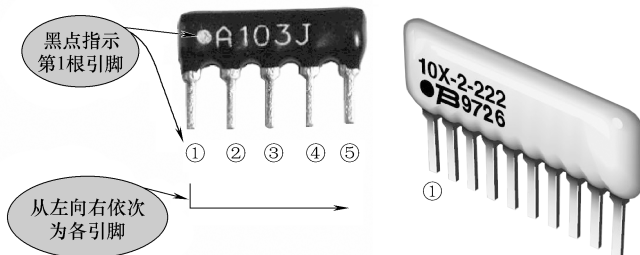

图 8-32 单列排阻引脚识别方法
- 1) 引脚单列分布排阻。如图8-32所示是单列排阻的引脚识别方法示意图。